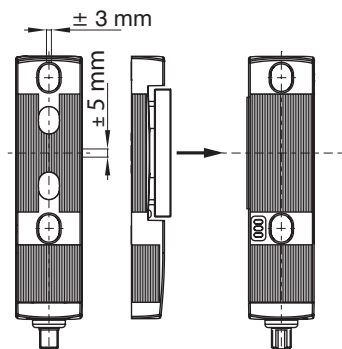

Abb. 1: Seitlicher Versatz und Wirkrichtung der Zuhaltekraft
- Die Sicherheitszuhaltung muss in Wirkrichtung der Zuhaltekraft betrieben werden (siehe Abb. 1).